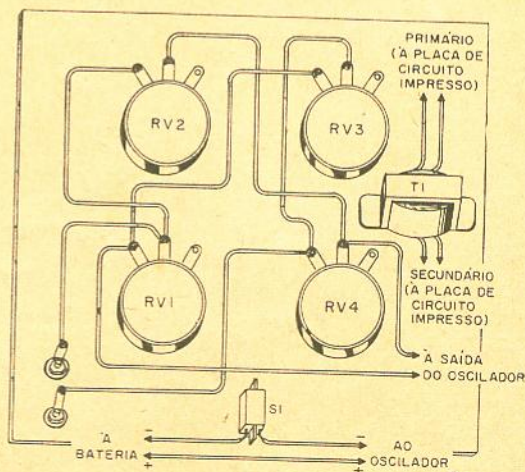

Figura 9
**Calibração de RV4** — Antes de proceder a esta última calibração, o painel deverá ser montado completamente, conforme se vê na figura 9, deixando-se espaço suficiente para a fixação definitiva do transformador e do oscilador de áudio.